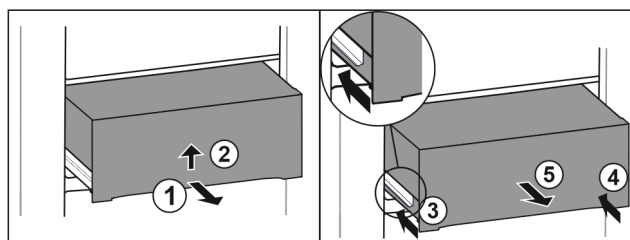

Fig. 50
- Vytiahnite zásuvku do polovice. Fig. 50 (1)
- Nadvihnite zásuvku na spodnej strane. Fig. 50 (2)
- Zasuňte ľavú koľajničku. Fig. 50 (3)
- Zasuňte pravú koľajničku. Fig. 50 (4)
- Odoberte zásuvku dopredu. Fig. 50 (5)